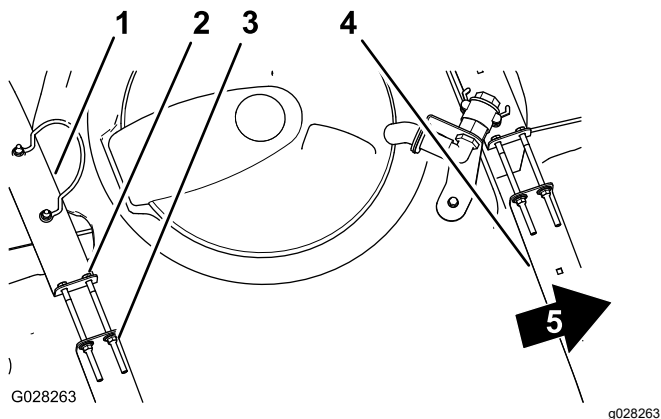

Figura 20
2. Verifique se há algum movimento entre as correias do tanque e o tanque (Figura 20).
3. Se as correias do tanque ficarem soltas no tanque, aperte as contraporcas flangeadas e os parafusos na parte superior das correias até que fiquem rentes à superfície do tanque (Figura 20).